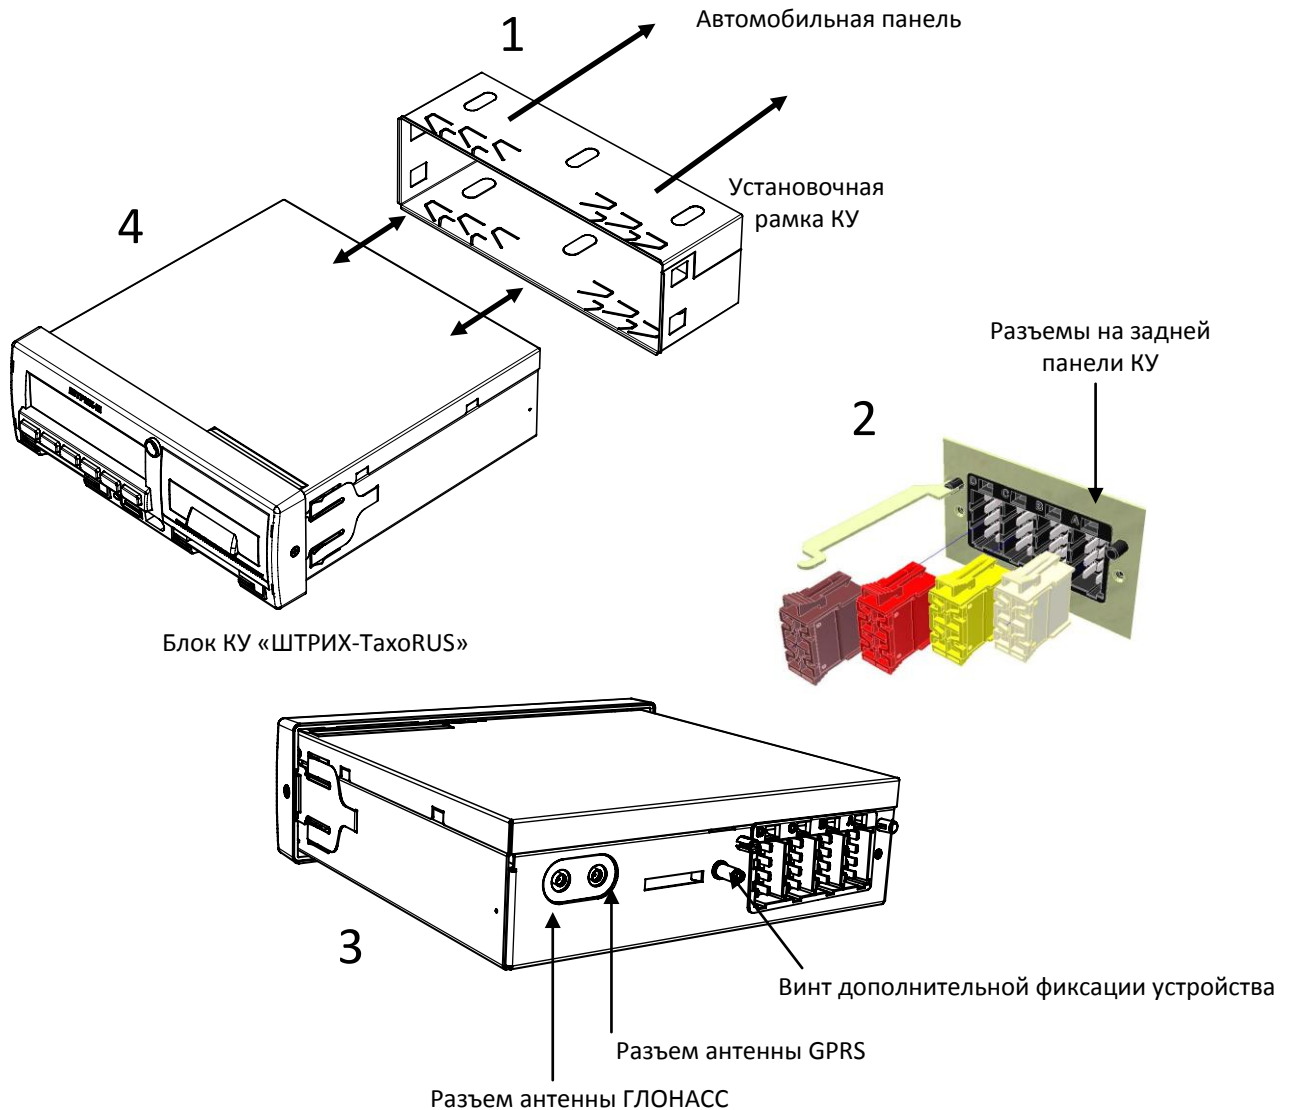

Рисунок 1– Подключение КУ «ШТРИХ - ТахоRUS» к автомобилю
1. Поместите установочную рамку контрольного устройства в автомобильную панель (Рисунок 1 - «1»). Подогните по месту «язычки» рамки, чтобы рамка надежно фиксировалась в панели.
2. Подключите автомобильные разъемы к разъемам на задней панели контрольного устройства (Рисунок 1 - «2»)
3. Подключите антенны GPRS и ГЛОНАСС (в случае наличия) (Рисунок 1 - «3»)
4. Вставьте блок КУ «ШТРИХ-ТахоRUS» в установочную рамку в автомобильной панели «до щелчка» (Рисунок 1 - «4»). Убедитесь в надежности фиксации КУ в панели приборов. При необходимости закрепите КУ с помощью винта дополнительной фиксации (Рисунок 1 – «3».)